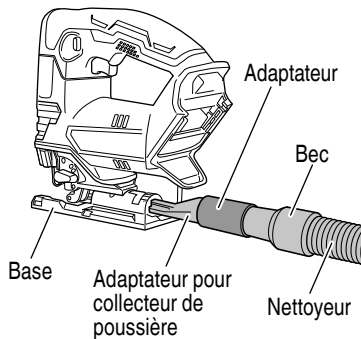

Fig. 31
Si l'on raccorde le nettoyeur (vendu séparément) par le collecteur à poussière et l'adaptateur (vendus séparément), on pourra recueillir la plus grande partie des poussières. (Fig. 31)
- (3) Raccorder le adaptateur pour collecteur de poussière à l'adaptateur. (Fig. 31)
- (4) Raccorder l'adaptateur au bec du nettoyeur. (Fig. 31)